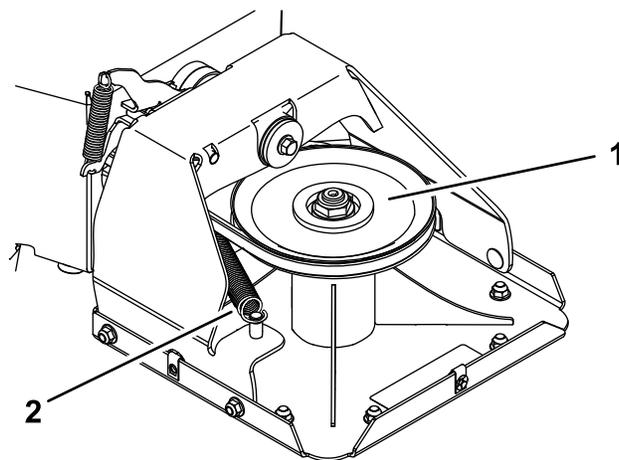
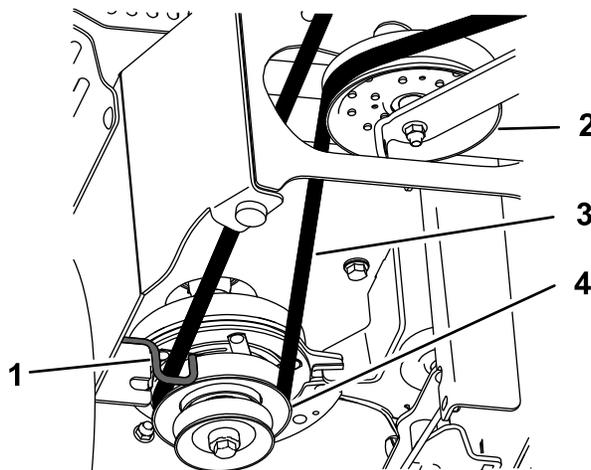

Рисунок 34
Рисунок 35
7. Отсоедините пружину растяжения (Рисунок 34).
9. Проложите новый ремень вокруг шкива муфты, через направляющую ремня, вдоль натяжного шкива и вокруг шкива деки (Рисунок 34 и Рисунок 35).
10. Установите пружину растяжения (Рисунок 34).